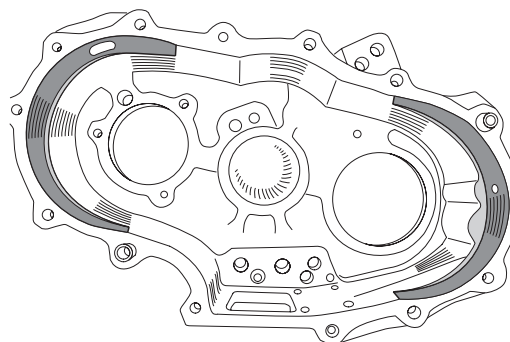

Рис. 11
9. Вскрывшееся отверстие крепления кронштейна ручника замажьте холодной сваркой, для предотвращения подтеков масла. Общий вид картера после доработки показан на **Рис. 11**. Доработанные области выделены серым цветом.